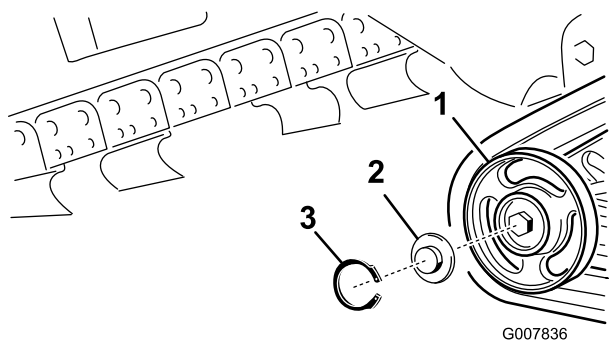

Figura 51
2. Rimuovete l'anello elastico e il tappo da una ruota non motrice (Figura 51).
3. Controllate il grasso sotto il tappo e attorno alla guarnizione (Figura 51). Se risulta sporco, sabbioso o consumato, eliminatelo completamente, sostituite la guarnizione e applicate del grasso nuovo.
5. Collocate il tappo ingrassato della ruota non motrice sulla testa del bullone (Figura 51).
6. Fissate il tappo della ruota con l'anello elastico (Figura 51).